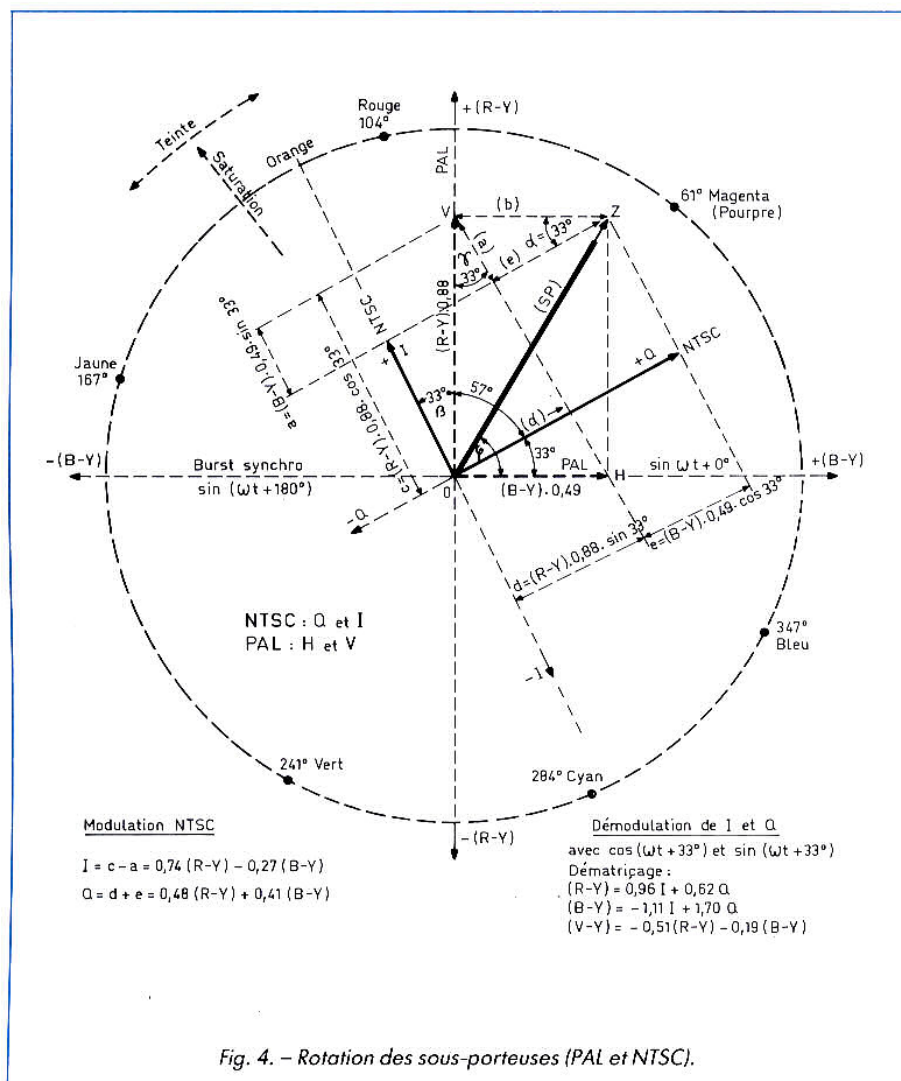

Fig. 4. - Rotation des sous-porteuses (PAL et NTSC).
On peut représenter la sous-porteuse PAL (SP) avec ses composantes $(R - Y) \times 0,88$ et $(B - Y) \times 0,49$ dans le diagramme de la figure 4 qui montre la rotation de la sous-porteuse en fonction des différentes couleurs, donc en fonction des signaux Y , $(R - Y) \times 0,88$ et $(B - Y) \times 0,49$ du tableau de la figure 2. Ce diagramme est valable pour le PAL et pour le NTSC, comme nous le montrerons par la suite. Toutes les couleurs peuvent être représentées dans le diagramme de la figure 4, il suffit de traduire les données de la figure 2 en vecteurs avec leur angle φ pour obtenir la rotation de la sous-porteuse (SP).
L'œil est moins sensible aux détails de couleur dans la région moyenne reliant le jaune-vert au pourpre (magenta) que pour celles de la région moyenne reliant l'orange (jaune-rouge) au cyan (bleu-vert). Il sera donc intéressant de faire subir une rotation de 33° aux composantes $(R - Y) \times 0,88$ et $(B - Y) \times 0,49$ dans le sens contraire des aiguilles d'une montre, comme nous l'avons fait dans le diagramme de la figure 4.
Comme l'œil est moins sensible aux détails de couleur dans la région moyenne reliant le jaune-vert au magenta, la composante de la sous-porteuse qui correspond à ces couleurs et qui est Q dans la figure 4 peut être transmise avec une bande de fréquence d'environ 0,5 MHz tandis que la composante destinée aux couleurs dont l'œil est plus sensible aux détails et qui est I exige une bande de fréquence d'environ 1,3 MHz et même plus. Le canal original NTSC se présente ainsi avec les fréquences et les bandes de la figure 3B.